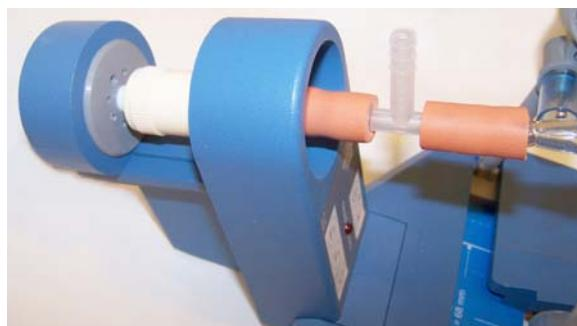

Fig. 4
- Conectar a válvula de ventilação por meio da mangueira curta com a peça T e, com a segunda mangueira curta, conectar ao tubo de vidro. Inserir a válvula de ventilação no furo do centro do Suporte de Tubos (vide Fig. 4 e 5).